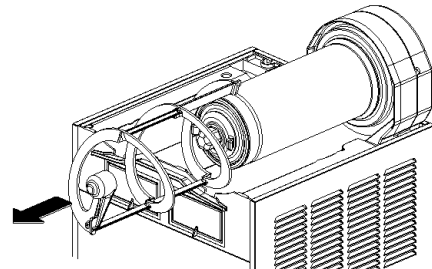
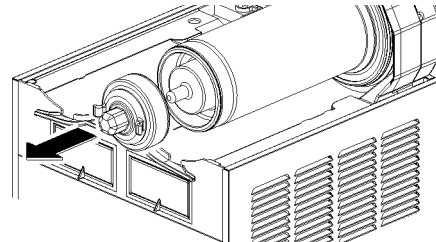

**Bild 6**
**Bild 7**
**2** Den Behälter abmontieren. Dazu den unteren Teil (auf der Seite des Hahns) leicht nach oben drücken, um die unteren Befestigungshaken zu lösen (Bild 6) und den Behälter anschließend von vorne herausziehen (Bild 7).